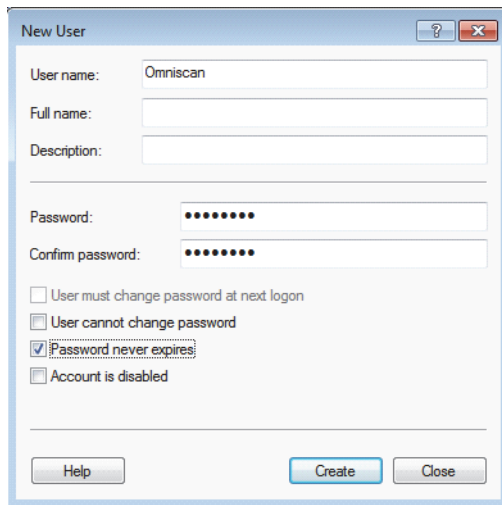

图 7-26 新用户对话框（Windows 7）
5. 在 **New User**（新用户）对话框的 **User name**（用户名）文本框中，输入 **Omniscan**，注意大小写（参见第 194 页的图 7-26）。